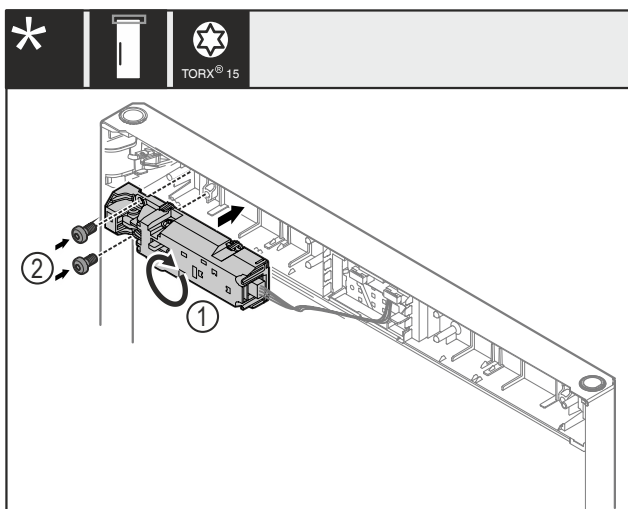

Fig. 24
- ▶ Obrócić zdalną blokadę Fig. 24 (1) o 180° i zamocować po przeciwnej stronie.
- ▶ Zamocować zdalną blokadę Fig. 24 (1) śrubami Fig. 24 (2).